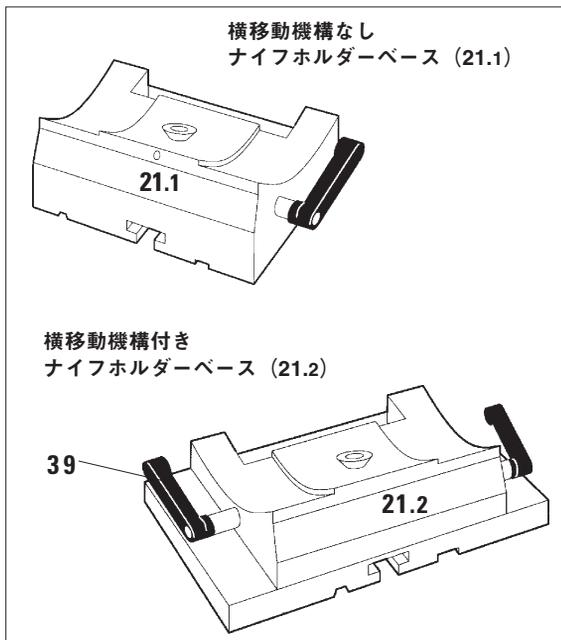

図 25
- ナイフホルダーベース左側のクランプレバー (39、図25) を前方に倒してクランピング機構を緩めます。
- レバー (39) を後方に倒して固定します。